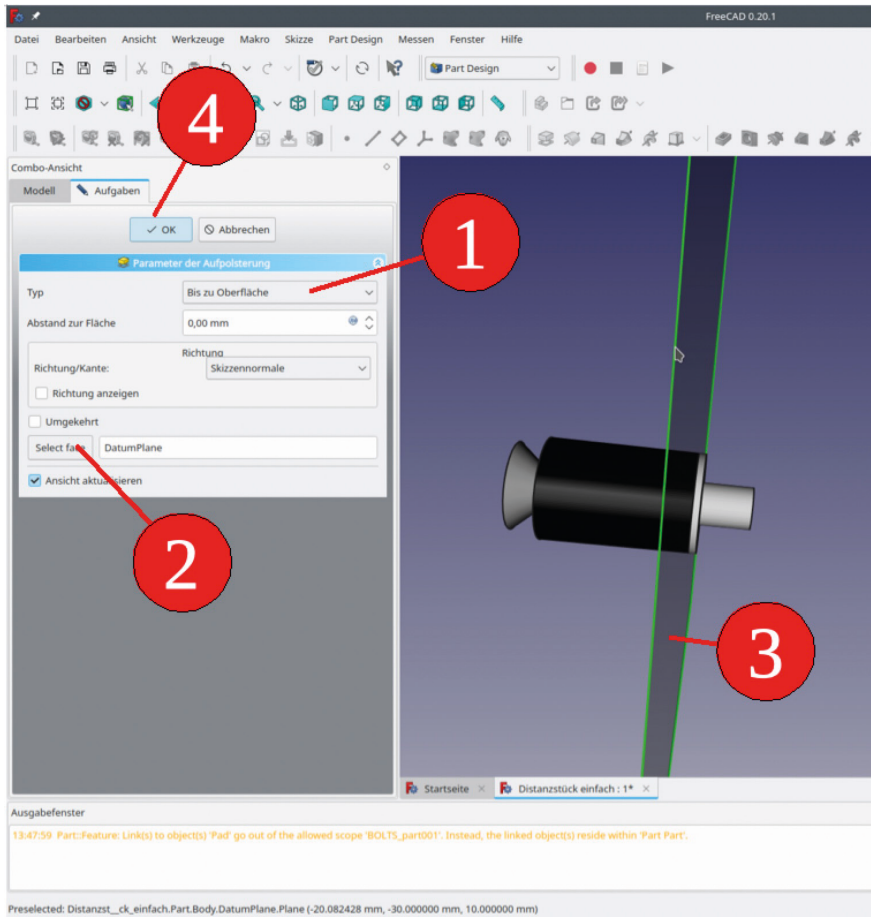

Bild 4-21
14. Nun muss die Länge des Distanzstückes mit dieser Ebene verknüpft werden. Dazu zweimal auf den letzten Zustand des Distanzstückes klicken (erschien als "Pad", um ihn zu bearbeiten. Für den Typ der Aufpolsterung "Bis zur Oberfläche" auswählen. Dadurch ist der Kollektor-Button "Select a face" bereits dunkelgrau. Falls nicht, den Button "Select a face" nochmals klicken. Im 3D-Fenster die noch sichtbare, gelbe Referenzebene anklicken. Im Eingabefeld neben dem Button "Select a face" erscheint nun "DatumPlane" (Bild 4-21). Den Aufgabenbereich durch Klicken des "OK"-Buttons schließen.